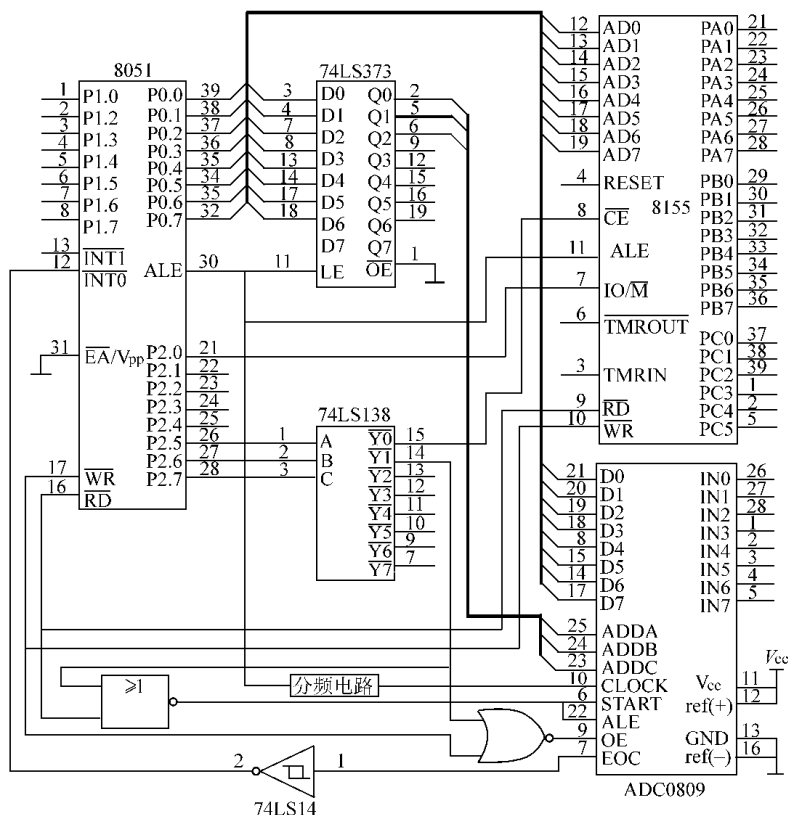

图 10-7 单片机应用接口电路
解：(1) 线路连接如图 10-7 所示。由此图可得：ADC0809 被选中时，74LS138 的 $\overline{Y1} = 0$ (P2.7 = 0、P2.6 = 0、P2.5 = 1)，故 ADC0809 各通道的一组地址为：